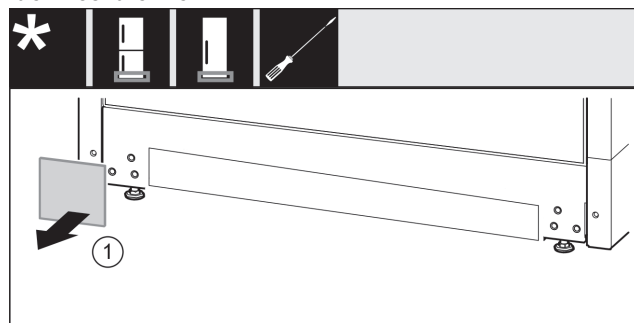

Fig. 36
- ▶ Vegye le a fedelet Fig. 36 (1).